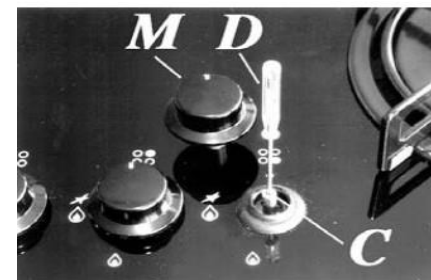

Рис. 11
-Снимите ручку вентиля «М» (рис. 11), которая просто надевается на стержень и ничем не закреплена. Вставьте маленькую отвертку «О» в отверстие «С» и поворачивайте стопорный винт вправо или влево до тех пор, пока пламя конфорки не отрегулируется до соответствующего позиции «Минимум».